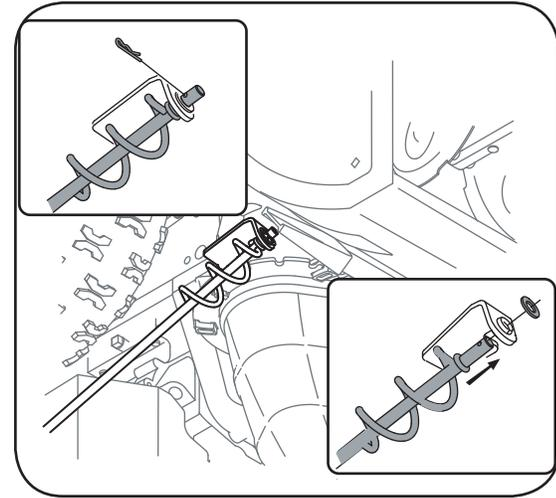

Figure 3-5
5. Retirez la rondelle plate et la goupille-épingle de l'extrémité de la manivelle de la souffreuse. Voir la Figure 3-5.